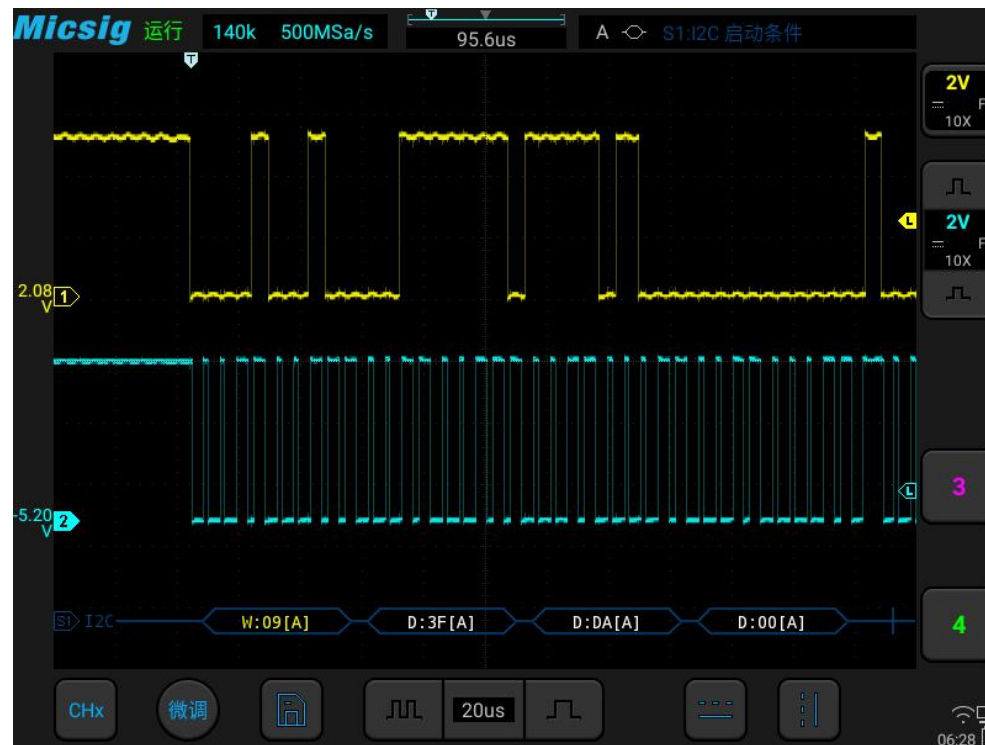

图 12-24 I2C 图形界面
- (1) 轻点 S1 打开解码通道，再次点击 S1 打开总线配置菜单；
- (2) 选择总线类型为“I2C”，打开总线设置菜单，点选时钟 SCL 为 Ch2 通道；
- (3) 打开触发方式配置菜单，在触摸屏上点选 “启动条件”；
- (4) 依据信号幅值设置 2 个通道的阈值电平； I2C 触发图形界面见图 12-24：